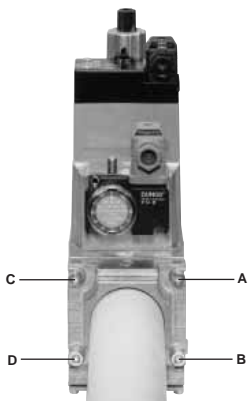
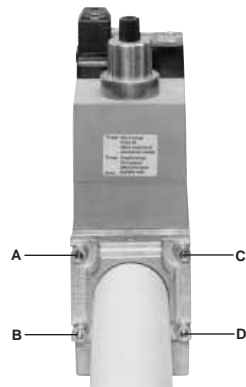
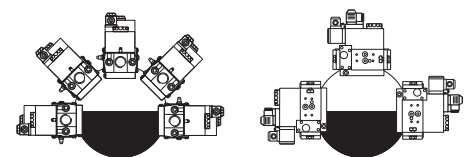

Рис. 15
Рис. 16
Рис. 18
3. Затянуть винты А, В, С и D (Рис. 15 - Рис. 16), (Рис. 18)